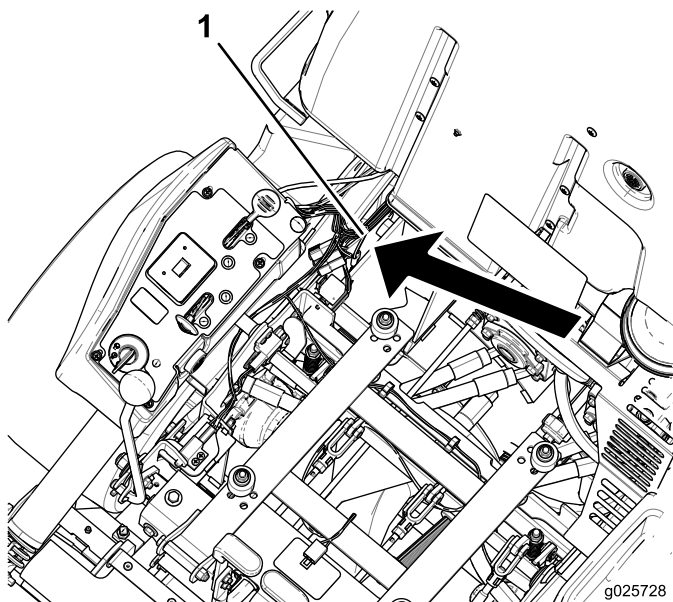
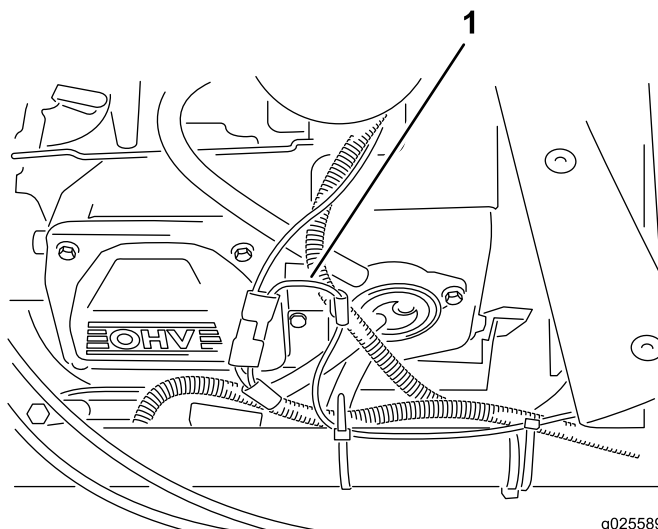

Figura 18
Figura 19
- 3. Conecte el arnés del kit al arnés de la máquina con el conector moldeado correspondiente, situado cerca de la parte trasera derecha del asiento o cerca de los relés de la máquina (Figura 18 o Figura 19).